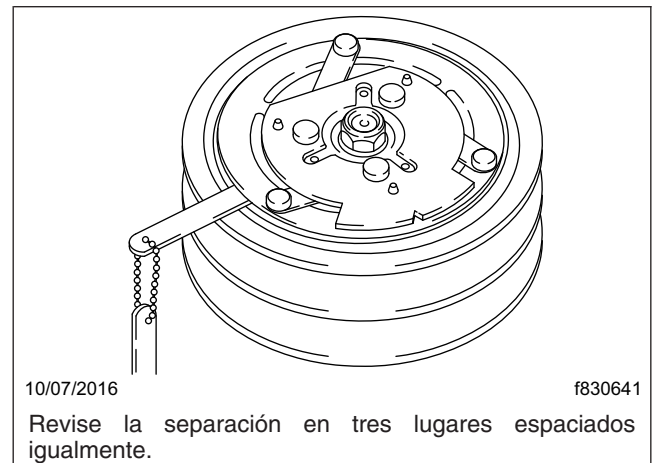

Figura 1, Inspección de la separación del plato impulsor
4. Use un calibrador de hojas para revisar que la separación del plato impulsor del embrague esté dentro de los límites especificados. Vea las especificaciones de la separación en la **Tabla 1**. Vea el método de la revisión en la **Figura 1**. Si es necesario ajustar el plato impulsor del embrague, vea el **Grupo 83** del *Manual de taller Cascadia™*.